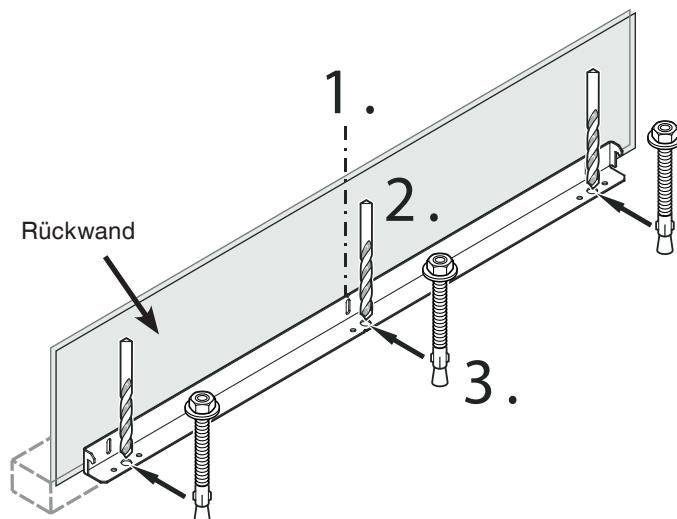

Abbildung 4
### Montage der Kippsicherung bei Betonböden - Abbildung 4 - 5
2. Mit einem Hartmetallbohrer 10 mm Löcher an den in **Abbildung 4** gezeigten Stellen bohren.